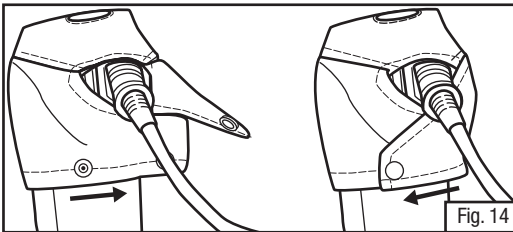
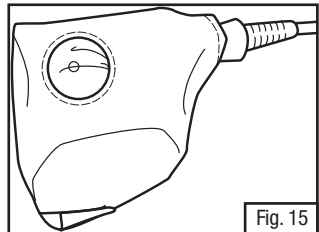

Fig. 14
Fig. 15
7. Com o cabo de alimentação firmemente ligado ao motorizado em funcionamento, reposicionar a aba superior do estojo sobre o adaptador e a bateria e encaixe seguramente no lugar. Para fazer isso, você terá que cruzar ambos os lados das abas superiores (Fig. 14). Assegure que a luz indicadora do adaptador possa ser visto através da abertura em cima do estojo (Fig. 15).